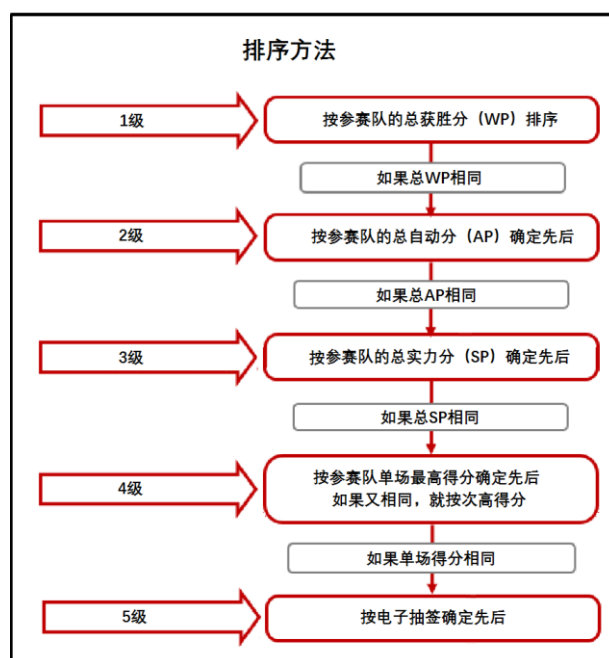

图 14 复赛对阵图
6.2.4 参加复赛的参赛队用联队选配的方式组成联队，复赛的对阵图如图 14 所示。半决赛的获胜队为本届比赛的冠军；失利队为亚军；1/4 决赛的两支失利队将对阵决出季军。